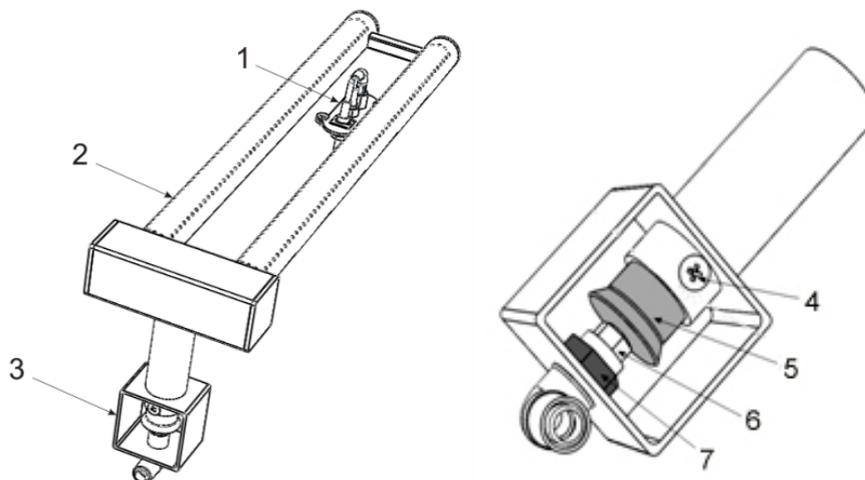

Рис.6. Общая конструкция горелок закрытых поверхностей и горелок духового шкафа
- Найдите смеситель горелки 3 (рис.6).
- Ослабьте винт 4 (рис.6) и, перемещая цилиндр шибера 5 (рис.6), добейтесь нормального горения пламени.
- При достижении нормального пламени горелки закрепите шибер 5, затянув винт 4 (рис.6).
- Найдите смеситель горелки 3 (рис.6). Снимите крышку со смесителя, выкрутив крепежный винт.
- Ослабьте винт 4 (рис.6) и, перемещая цилиндр шибера 5 (рис.6), добейтесь нормального горения пламени. А именно: